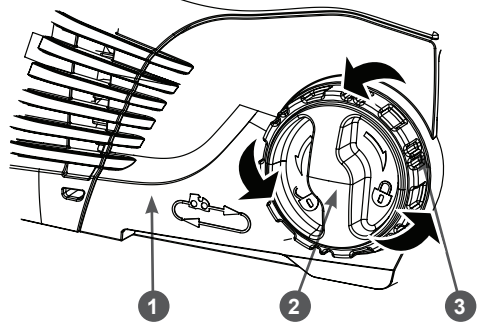

Рис. 2 Снятие крышки шины
3. Открутите гайку 2 крепления крышки шины (Рис. 2) против часовой стрелки и снимите крышку 1 шины с корпуса электропилы.
Для удаления провисания цепи вращайте колесо 3 (Рис. 2) механизма натяжения цепи по часовой стрелке. Для ослабления натяжения – в обратную сторону. После регулировки натяжения цепи затяните гайку крепления крышки, не прилагайте при этом чрезмерных усилий.